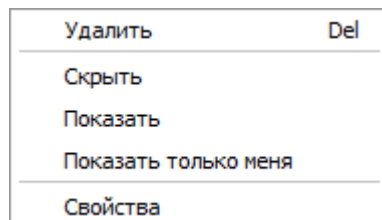

Рис. 152
16.6.7.1. Вид контекстного меню элемента *Сетка* в дереве «Модель» показан на рис. 152.